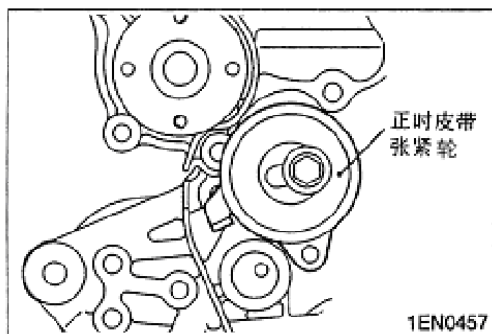

图 3-9
(2) 正时皮带张紧器、张紧器弹簧的安装
- a. 将正时皮带张紧器锁定在图 3-9 所示位置。